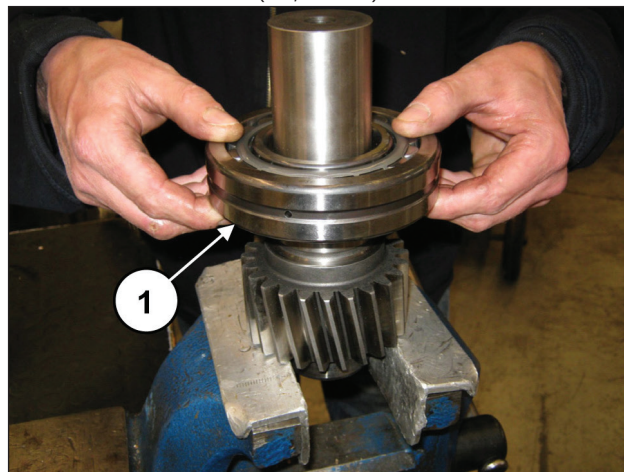
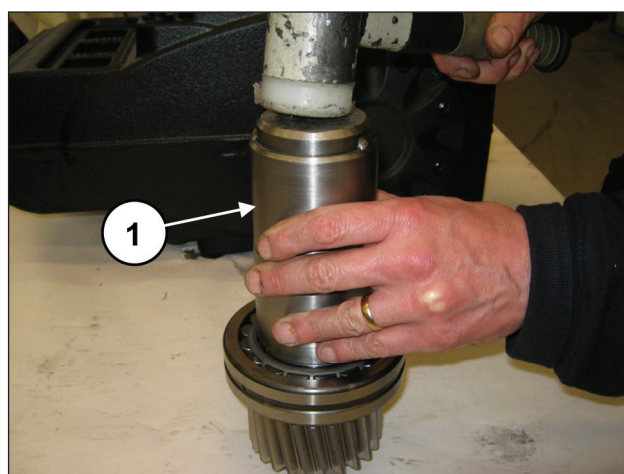

图 83
图 84
使用代码为 27604800 的工具 (①, 图 83)，在链轮的另一侧预装轴承 $55 \times 120 \times 29$ (①, 图 84)，直至其定位到底。